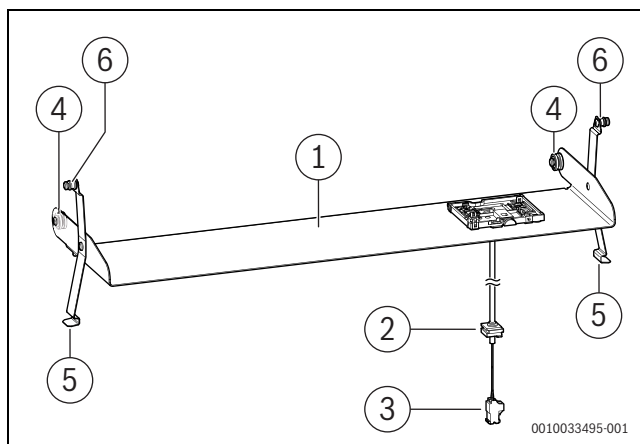

Fig. 110 Accessoire CS 36
Pour installer le module de commande CW 400 dans l'appareil, le montage d'une unité d'insertion (accessoire CS 36) est nécessaire (→ Figure 110, [1]).
- Accrocher les rouleaux de l'unité d'insertion (→ Figure 110, [4]) dans le panneau latéral de l'habillage du ballon.
- À l'aide des ressorts métalliques (→ Figure 110, [5]), fixer dans la position horizontale.
- Accrocher et fixer les bouchons (→ Figure 110, [6]) des deux côtés de l'unité d'insertion dans le panneau avant de l'habillage.